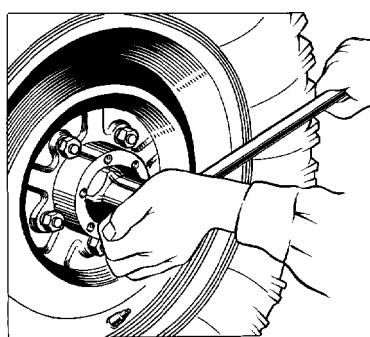

Рис. 11.4. Регулировка подшипников ступицы колеса
6. Затяните гайку регулировки подшипников ступицы с помощью ключа (рис. 11.4) и лопатки-вортока. Момент затяжки 30 - 40 Н·м (3,0 - 4,0 кгс·м).